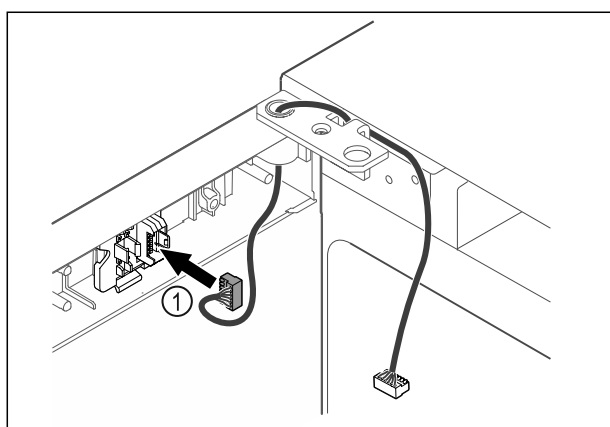

Fig. 37
- Inserire il connettore Fig. 37 (1) nel supporto connettori.